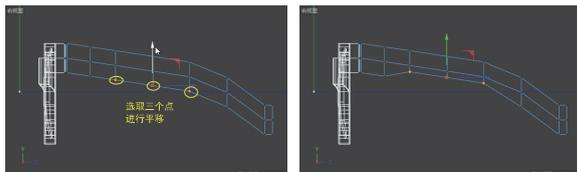

图 5-93
**08** 将多边形再次进行循环/路径切割操作，并拖动点进行平移，结果如图 5-93 所示。